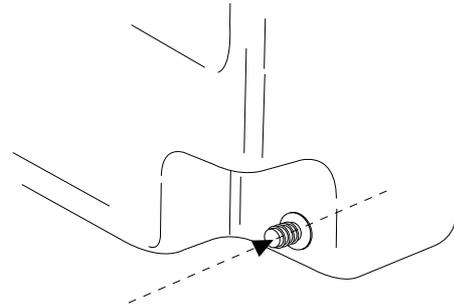

Abb. 2
1. Den Tank im Innern des Anschlussstutzens anbohren (Abb.2).